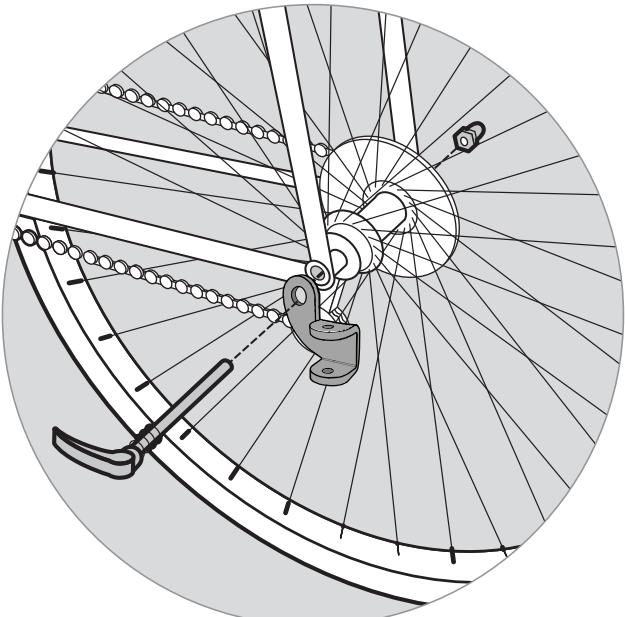

Figure 18
- Installing the hitch to your bike:** Remove quick-release or nut from the left side of bike's rear wheel axle. Install hitch between quick-release or nut and frame (Figure 18). Tighten the quick-release or nut following manufacturer's recommendation. The hitch can remain on the bike when trailer is removed.
- Montage der Anhängerkupplung an Ihrem Fahrrad:** Entfernen Sie den Schnellverschluss oder die Mutter von der linken Seite der hinteren Radachse des Fahrrads. Montieren Sie die Anhängerkupplung zwischen dem Schnellverschluss oder der Mutter und dem Rahmen (Abbildung 18). Ziehen Sie den Schnellverschluss oder die Mutter gemäß den Empfehlungen des Herstellers fest. Die Anhängerkupplung kann am Fahrrad verbleiben, wenn der Anhänger entfernt wurde.
- Installation de l'attelage sur votre vélo :** Retirez le levier de blocage rapide ou l'écrou du côté gauche de l'axe de la roue arrière du vélo. Installez l'attelage entre le levier de blocage rapide ou l'écrou et le cadre (Figure 18). Serrez le levier de blocage rapide ou l'écrou en suivant les recommandations du fabricant. L'attelage peut rester sur le vélo lorsque la remorque n'est pas accrochée.